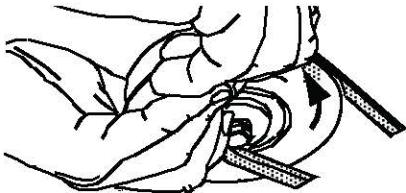

Figure 55
9. Tirez sur le côté droit de la courroie et placez le côté plus étroit en forme de « V » de la courroie dans la poulie de la prise de force (Figure 55).